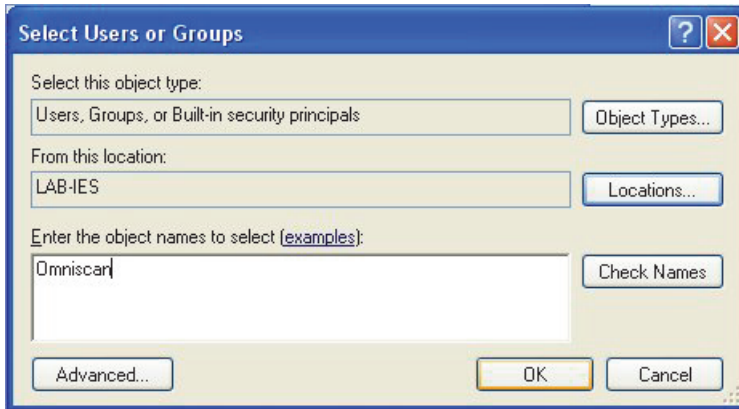

Figura 7-16 Cuadro de diálogo Select Users or Groups (Windows XP)
8. En el cuadro de diálogo **Select Users or Groups** (Seleccionar usuarios o grupos), haga clic en el botón **Locations** (Ubicaciones). Véase la Figura 7-16 en la página 226.
10. Al regresar al cuadro de diálogo **Select Users or Groups**, introduzca **Omniscan** (véase la Figura 7-16 en la página 226) en el campo de texto **Enter the object names to select** (Escribir los nombres de objeto para seleccionar) y, después, haga clic en el botón **OK** (Aceptar).
13. En el cuadro de diálogo **Select Users or Groups** (Seleccionar usuarios o grupos), haga clic en el botón **Locations** (Ubicaciones). Véase la Figura 7-16 en la página 226.
15. Al regresar al cuadro de diálogo **Select Users or Groups**, introduzca **Omniscan** (véase la Figura 7-16 en la página 226) en el campo de texto **Enter the object names to select** (Escribir los nombres de objeto para seleccionar) y, después, haga clic en el botón **OK** (Aceptar).